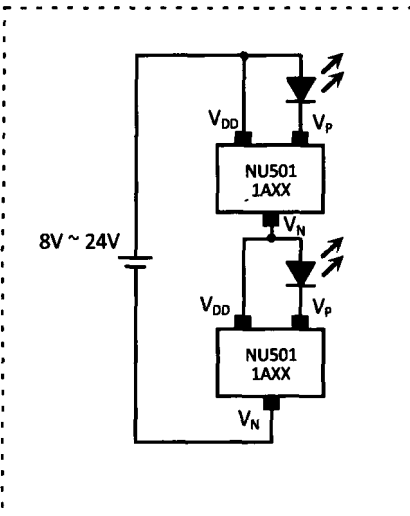

图 12
4. 输入高电压的驱动电路 如输入电压为 24V 时,可以用两个 NU501 串联的方法使每个 NU501 分担一半的电压,如图 12 所示。